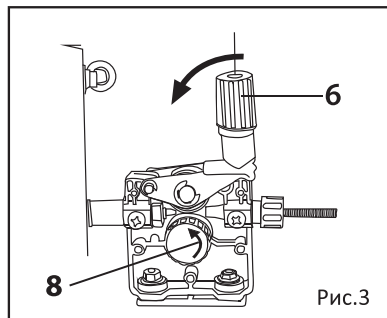

Рис.3
3. Регулировка ролика подачи проволоки (Рис.3)